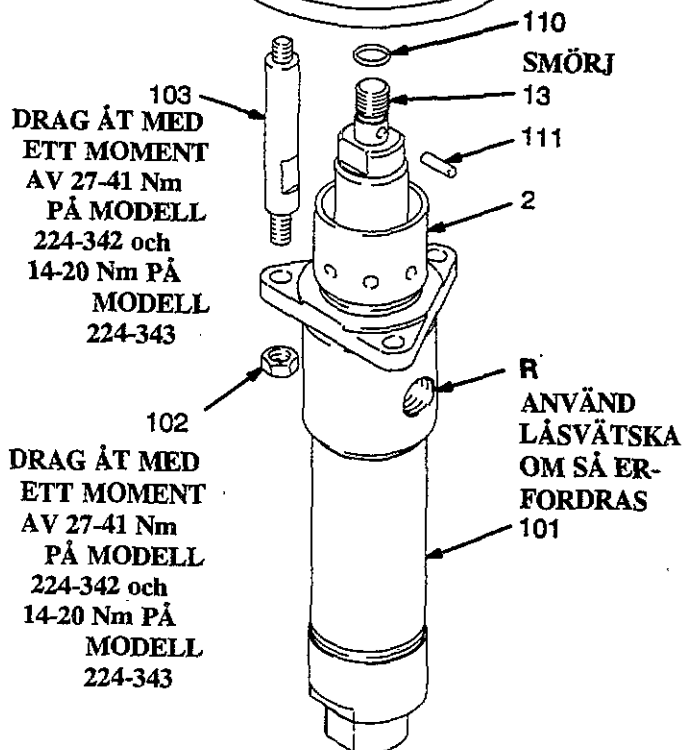

Fig 3
2. Lossa luft- och färgslangarna. Tag bort pumpen från sitt montage. Observera pumpens färguttag (R) visavi luftmotorns luftintag (S).
3. Skruva bort låsmuttrar (102) från stagstängerna (103). Tag bort saxpinnen (111). Skruva ut kolvstängan (13) ur luftmotorn (108). Drag sedan försiktigt pumpdelen (101) fri från luftmotorn (108). Se fig 3.
1. Orientera pumpens färguttag (R) mot motorns luftintag (S) som anvisades i punkt 2 under **Demontering av pumpdelen**. Sätt pumpdelen (101) på plats på stagstängerna (103). Se fig 3.
2. Skruva låsmuttrarna (102) löst på stagstängerna (103). Skruva in kolvstängan (13) i luftmotorn (108) och sätt dit saxpinnen (111).
3. Återmontera pumpen och återanslut alla slangarna. Sätt tillbaka jordledningen om den togs bort under reparationen. Drag åt packningsmuttern/våtkoppen (2) så att den tätar, inte hårdare. Fyll våtkoppen med Graco TSL olja eller ett lämpligt lösningsmedel.
4. Drag åt låsmuttrarna (102) jämnt med ett moment som anges i fig 3.
6. Kontrollera packningsmuttern/smörjkoppen (2) efter läckage. Följ **Anvisningarna för Tryckavlastning** på sid 8 innan packningsmuttern dras åt.